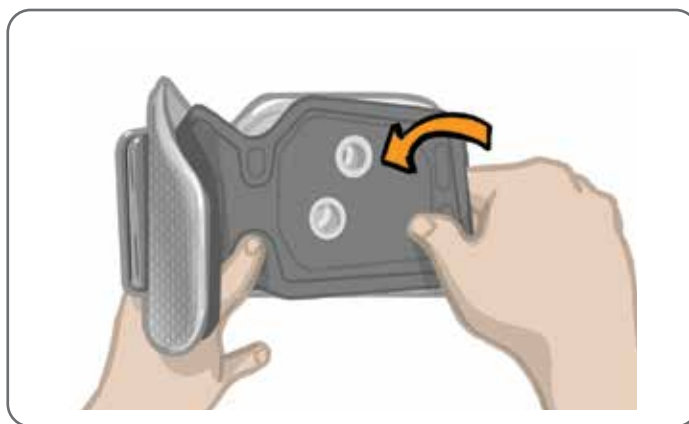

Abbildung 6-2: Befestigen der persönlichen Einlage
- Schieben Sie den Gurt durch die Gurtführungen und Schnallen an der Unterschenkelmanschette. Achten Sie darauf, dass die Gurtbefestigungen von der Unterschenkelmanschette wegzeigen. Drücken Sie auf die Gurtbefestigungen, um den Gurt zu fixieren. Siehe Abbildung 6-2.
1. Richten Sie die Befestigungslöcher der persönlichen Einlage in Standardgröße an den beiden Anschlusslöchern der Elektrode an der Unterschenkelmanschette in Standardgröße aus. Siehe Abbildung 6-2.